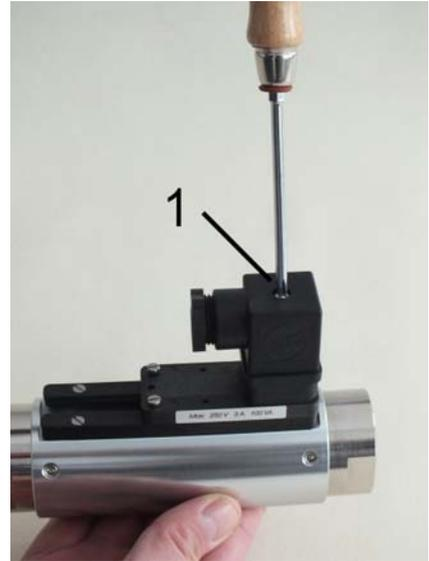

Abb. 51: Steckerdose lösen
- 1.** ▶ Mit einem Schlitzschraubendreher die Befestigungsschraube (Abb. 51/1) der Steckerdose lösen